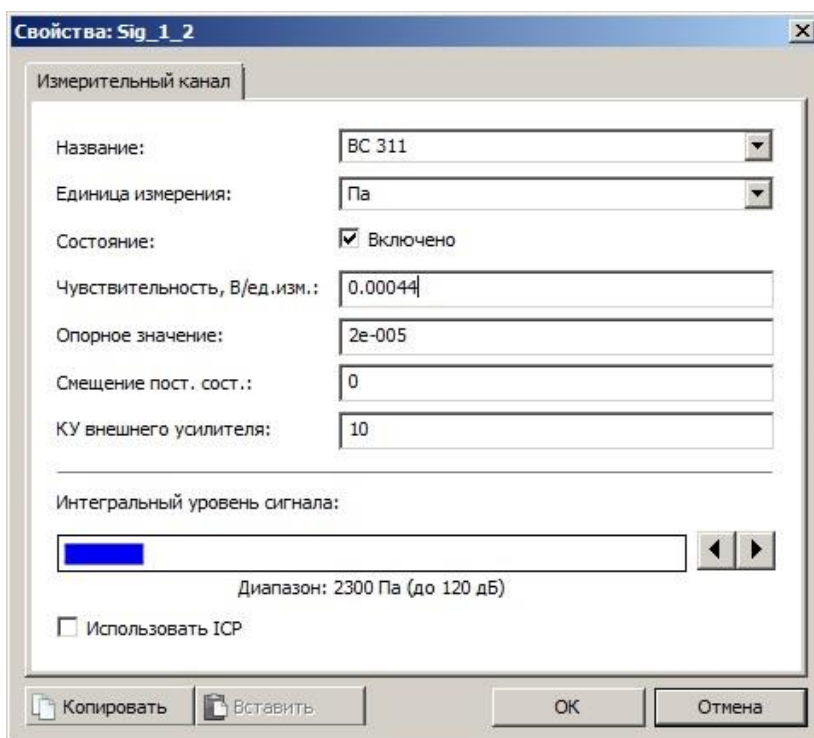

Рис. 1.7 Вид вкладки «Измерительный канал»
5. В свойствах канала анализатора, во вкладке «Измерительный канал» произвести настройки согласно Рис. 1.7.
ВНИМАНИЕ!!! Усилитель ZET 440 имеет коэффициент усиления по заряду равный 1мВ/нКл . Поэтому значение чувствительности в нКл/Па равно значению чувствительности в мВ/Па при условии подключения через усилитель ZET 440. Соответственно, при подключении гидрофона к анализатору спектра через усилитель ZET 440, если чувствительность гидрофона по паспорту составляет $0,44\text{нКл/Па}$, то в поле «Чувствительность, В/ед.изм.» вводим значение $0,00044\text{ В/Па}$ (см. Рис. 1.7).